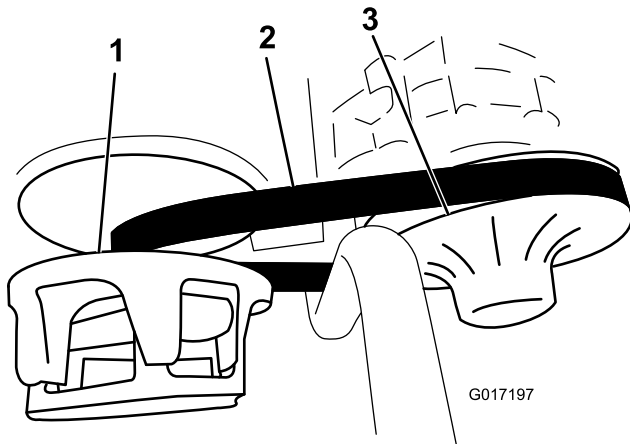

図 40
3. ベルト（図 40）を手で回転させながら磨耗や破損がないかを点検する。
1. 2次クラッチを回しながら2次クラッチ部分でベルトを外す（図 40）。
2. 1次クラッチからベルトを外す（図 40）。